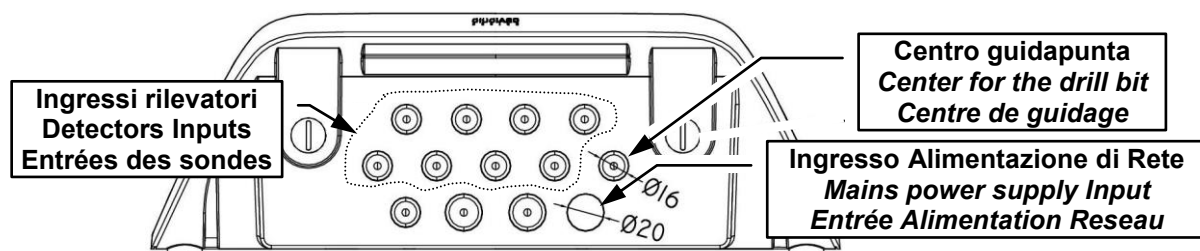
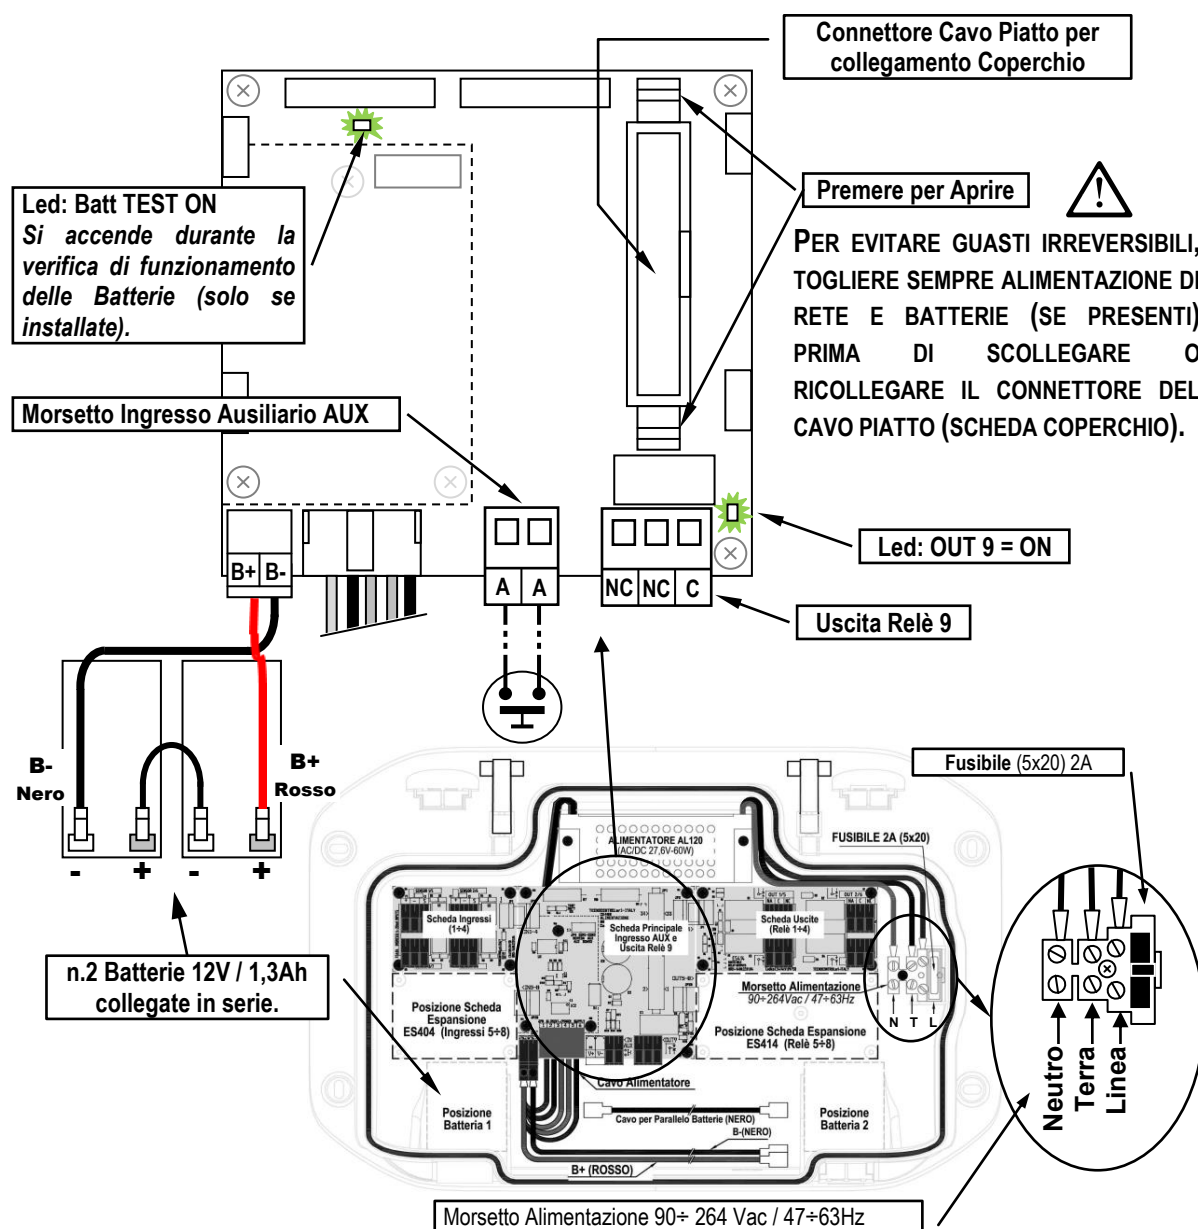

Fig.4 – Ingressi per Presacavi
Fig 5 – CE408P Collegamento Alimentazione, Batterie, Ingresso AUX e Uscita relè n.9
I dettagli dei collegamenti all'alimentazione di rete, alle due batterie, all'ingresso AUX e all'uscita relè R9 sono illustrate in Fig. 4. Mentre I dettagli dei collegamenti ai Sensori e alle altre Uscite sono illustrate in Fig. 5
**BATTERIE:** Per mantenere accesa la Centrale in assenza della rete, all'interno della centrale, si possono installare **due batterie Pb 12V/1,3Ah** collegate in serie (Fig.5). L'autonomia dipende dal numero di rilevatori alimentati dalla centrale.
**Il collegamento alle Uscite (Relè 1÷9)** si esegue sulle schede montate nella base a destra. L'uscita relè n.9 è posta sulla scheda centrale, vedi anche Fig.5. Per tutti i relè, la portata dei contatti è di **2A resistivi a 230Vac o 30Vcc**.